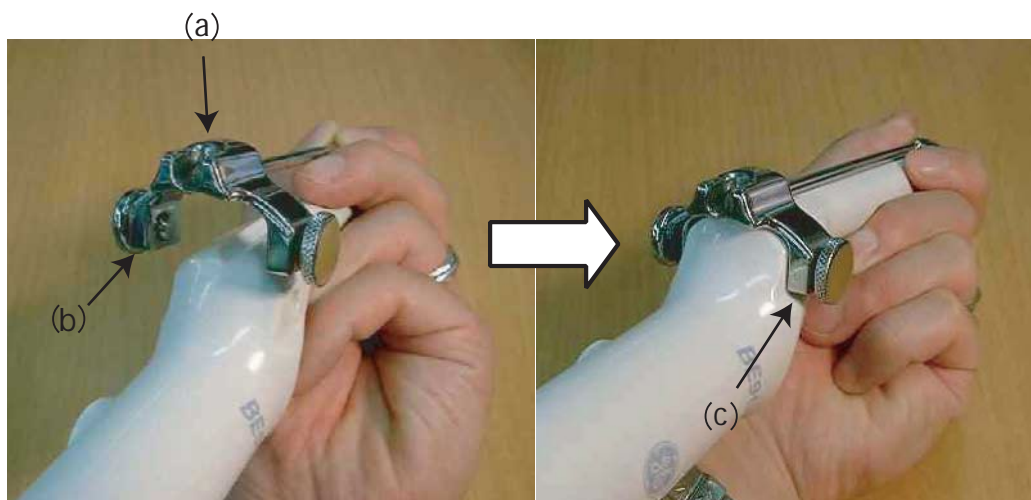

Figure 17-35. Positionnement du guide de biopsie (3)
3. Poussez le guide vers la sonde et enclenchez-le (Figure 17-35 - étape a).
4. Le guide de biopsie doit s'assembler avec la fente de l'axe sur le côté de la poignée (Figure 17-35 - étape b).
5. Les vis de fixation du guide de biopsie doivent être suffisamment serrées (Figure 17-35 - étape c).